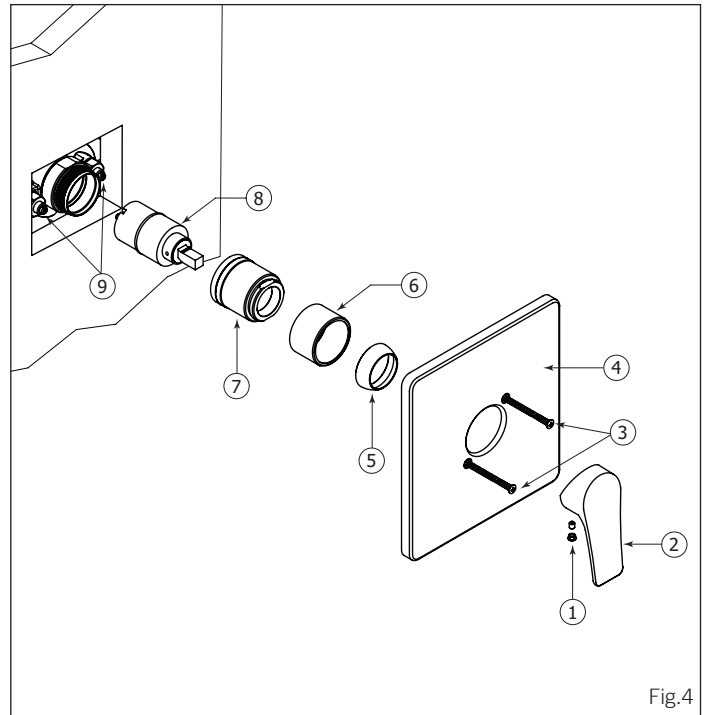

Fig.4
Remove the decorative cap (1), the set screw (2), the handle (3) and the dome cap (4) (Fig.4). Pull out the temperature limiting ring (5) from the cartridge (6). Gradually rotate it to the left to lower the highest temperature setting or towards the right to increase it.
La température maximale de la cartouche est pré-réglée en usine à 43°C (109.4°F). Pour l'augmenter (jusqu'à un maximum de 48°C - 119°F), se référer à fig.4. On peut l'ajuster en suivant ces étapes:
Retirer le capuchon de finition (1), la vis de retenue (2), la poignée (3) ainsi que le capuchon en dôme (4) (Fig.4). Ensuite, retirer la bague de limite de température (5) de la cartouche (6). Tourner la bague graduellement vers la gauche pour diminuer la température maximale et vers la droite pour l'augmenter.
If necessary, shut off the main water supply, then remove all the components from (1) to (6). Fig.4. Afterwards, shut off the 2 check valves (9) by turning them clockwise with a screwdriver. Unscrew the cartridge holder (7) and remove the cartridge (8) (Fig. 4).
Si nécessaire, fermer l'alimentation d'eau principale et démonter toutes les composantes de (1) à (6). Fig.4. Ensuite, fermer les deux valves d'arrêt (9) en les tournant dans le sens des aiguilles d'une montre avec un tournevis. Dévisser le manchon de valve (7) et enlever la cartouche (8). Fig. 4.